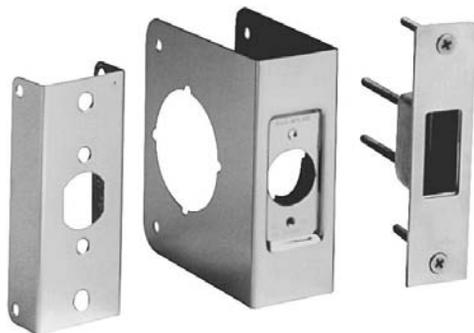

Рис. 5.36. Усиливающие приспособления полезны при установке замков на непрочные или поврежденные двери (С разрешения компании M.A.G. Eng. And Mfg. Co)
- Средства усиления дверей, отличающиеся по размеру и лицевой поверхности (рис. 5.36)